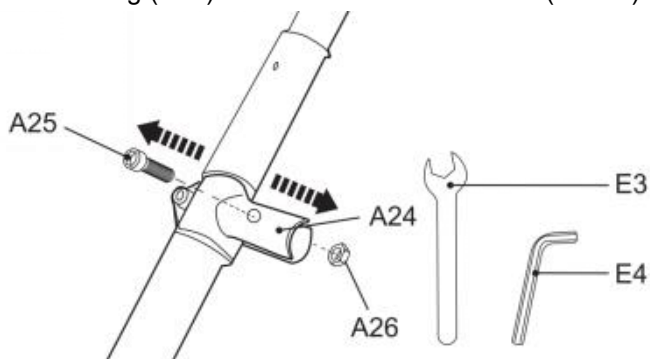

Fig. 1
1. Entfernen Sie die vormontierte Schraube (A25) und Mutter (A26) von der Griffhalterung (A24) und halten Sie diese bereit (Abb. 1).